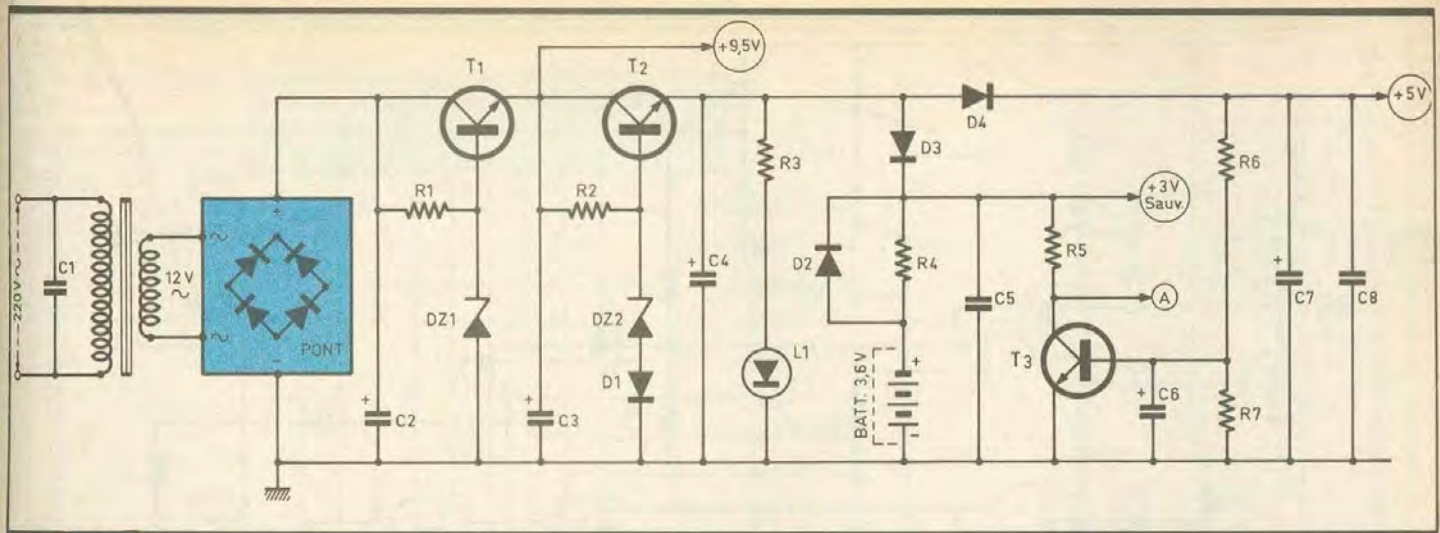

Fig. 4 Alimentation et sauvegarde.
a) Alimentation (fig. 4)
b) Sauvegarde de la mémoire (fig. 4)